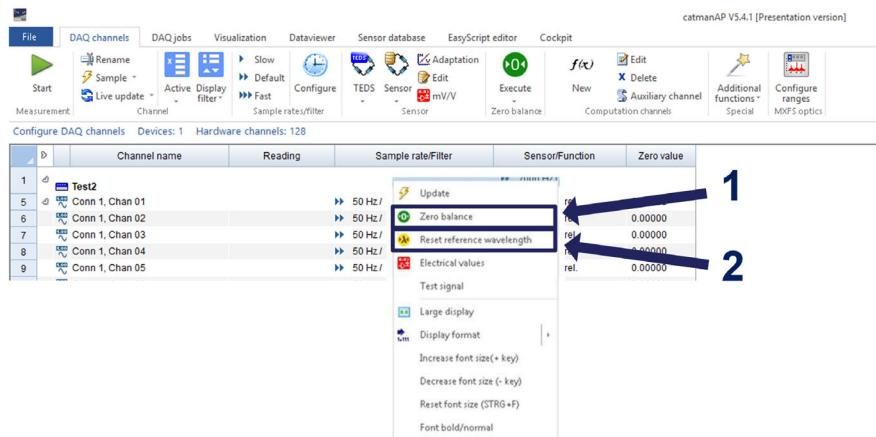

图5.28 零位平衡和重置参考波长
- ▶ 也可以右键点击要归零的线，并选择Zero Balance（零位平衡）选项（如图5.28号所示）。
- ▶ 右键点击要归零的线，选择 Reset reference wavelength（重置参考波长）选项（如图 2 图5.28号所示）。